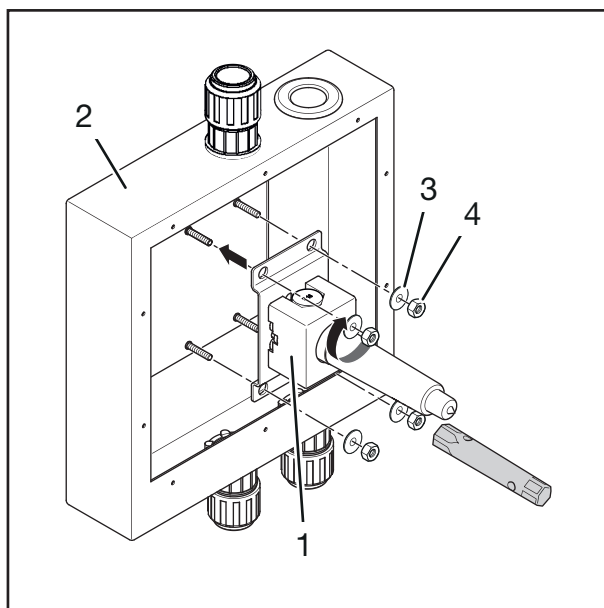

Fig. 5: Förmontering
1. Positionera produkten (fig. 5/1) i inbyggnadslådan (fig. 5/2).
2. Skruva fast produkten (fig. 5/1) i inbyggnadslådan (fig. 5/2) med de fyra brickorna (fig. 5/3) och de fyra muttrarna (fig. 5/4).
3. Dra åt de fyra muttrarna (fig. 5/4) med en 8 mm hylsnyckel.